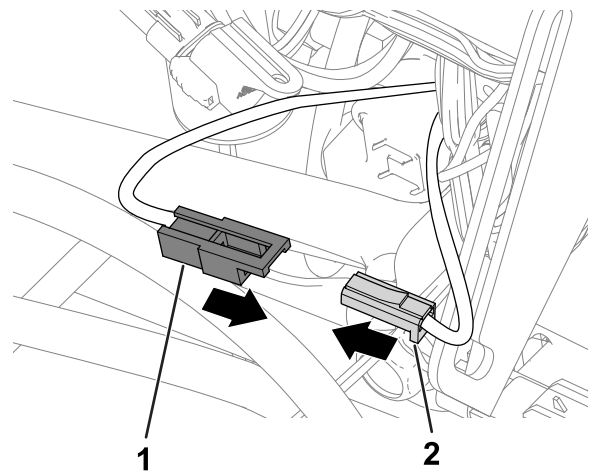

Figura 8
3. Instale el circuito eléctrico enchufando entre sí los conectores del bloque de fusibles de la máquina y el bloque de fusibles del kit (Figura 8).